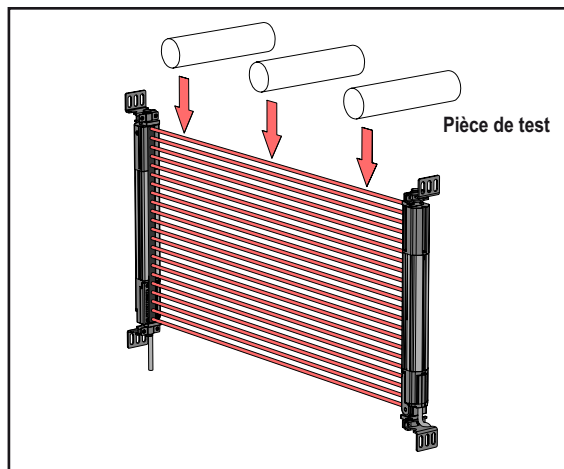

Figure 1. Test de fonctionnement du système EZ-SCREEN LP
**5b Lorsque la machine surveillée est à l'arrêt, faites passer la pièce de test vers le bas dans la zone de détection à trois endroits :** à proximité du récepteur, à proximité de l'émetteur et à mi-distance entre les deux (figure 1).